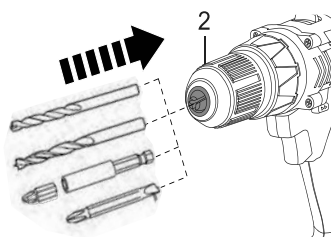

Fig. 2
- > Inserte la broca completamente hasta el fondo (Fig. 2). Si utiliza una punta de atornillado de 25 mm, insértela en un soporte para puntas.